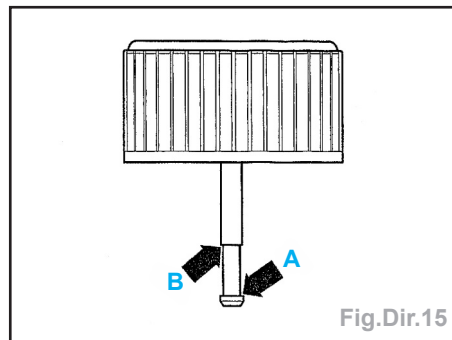

Fig.Dir.15
- Remplir le réservoir d'huile neuve préconisée de manière à se situer entre les repères (A) et (B) (Fig.Dir.15).